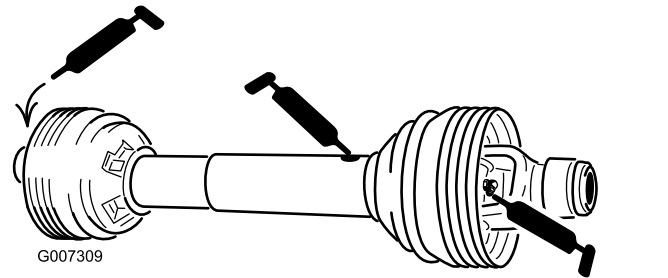

Figura 28
Albero della presa di forza (3) (Figura 28)